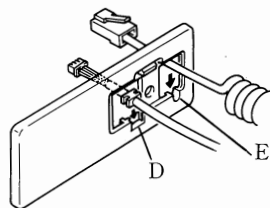

図5
- パネルケーブルのコードブッシュを前面パネルにつけます。(図5)
次に、マイクケーブルを前面パネルの切り欠きに差し込みます。(図5)